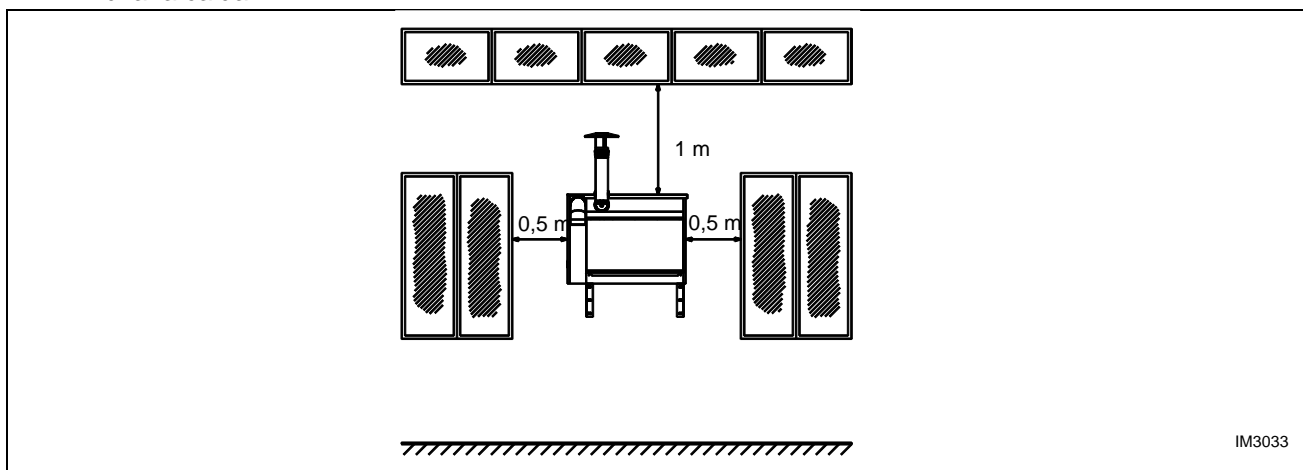

Figura 4 – DISTANZE DI RISPETTO DA APERTURE PRESCRITTE DAL D.M. 12.04.96
- B) Installare il generatore in prossimità di una parete dell'edificio che abbia caratteristiche di resistenza al fuoco almeno REI 30 e sia priva di aperture nella zona che si estende, a partire dall'apparecchio, per almeno 0,5 m lateralmente e 1 m superiormente (vedi Figura 4). Se la parete non soddisfa i requisiti suddetti il generatore dovrà essere installato ad una distanza di almeno 60 cm dalla parete stessa oppure dovrà essere interposta una struttura almeno REI 120 di dimensioni almeno 0,5 m lateralmente ed 1 m verticalmente rispetto all'apparecchio (come prescritto al punto 2.1 del D.M. 12 Aprile 96).